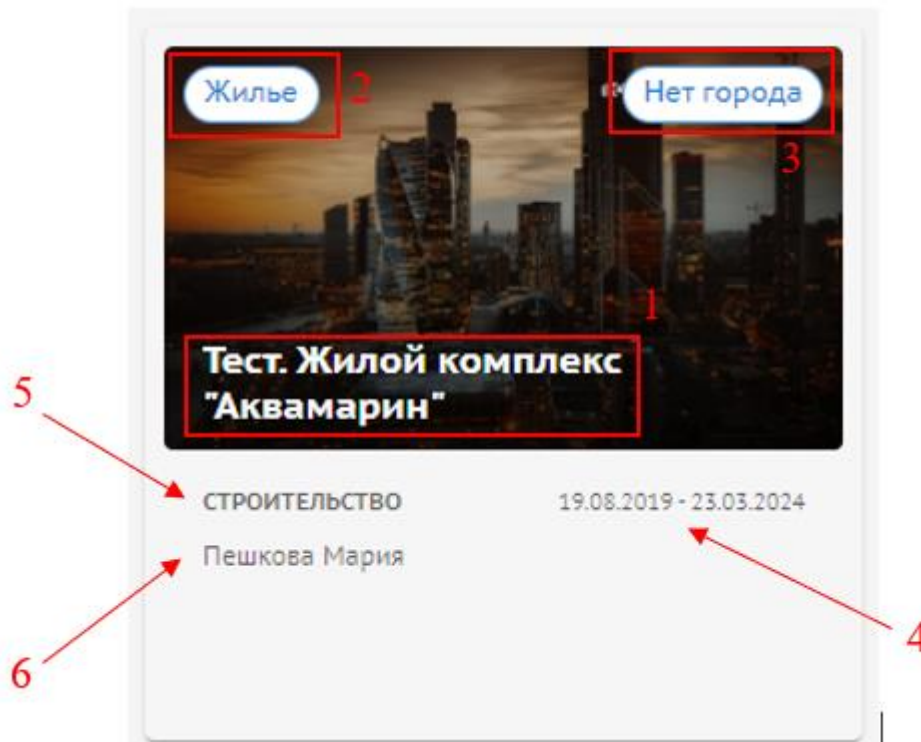

Рис. 14 – Карточка проекта
Карточка проекта содержит в себе следующую информацию: наименование объекта (1), назначение объекта (2), местоположение (3), статус (4), сроки реализации проекта (5) и ФИО руководителя проекта (6) (рис. 14).